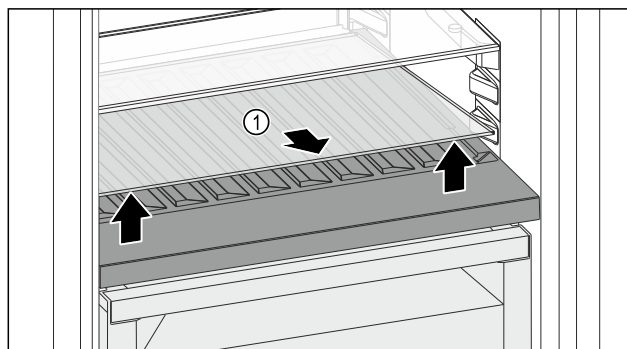

Fig. 110
- Podignite staklenu ploču Fig. 110 (1) na otvoru sprijeda i izvadite je.
- Čuvajte staklenu ploču Fig. 110 (1) na sigurnom izvan uređaja.